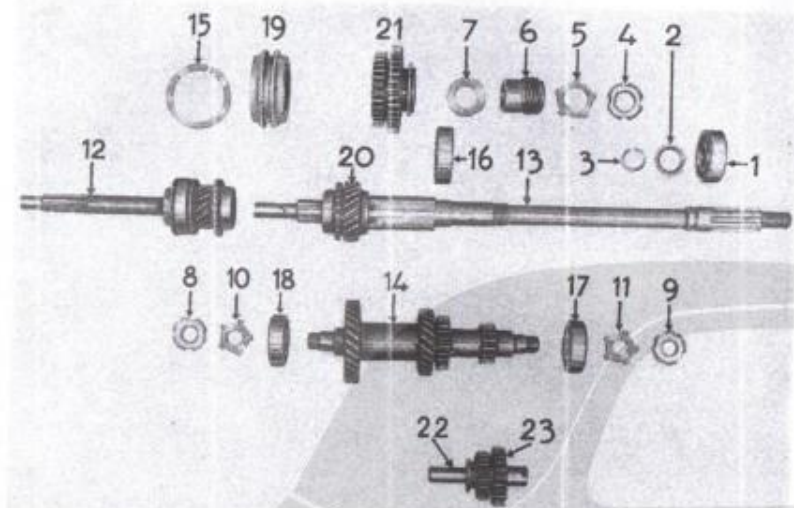
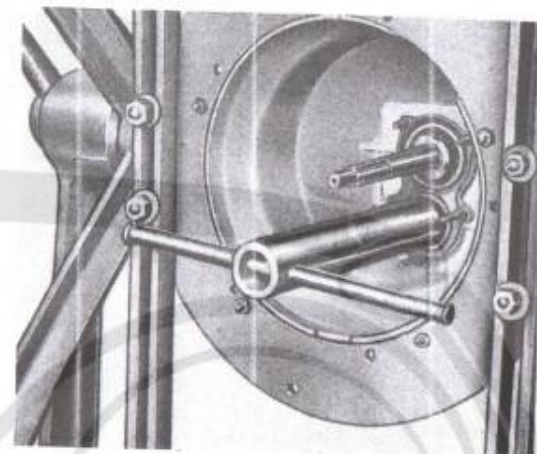

Fig. 64. - Particolari degli alberi ed ingranaggi del cambio.
Fig. 66.
- Sfilare il cuscinetto a sfere (1, fig. 64) posteriore dell'albero principale, la ranella (2) e l'anello elastico (3).
- Svitare le ghiera di fissaggio dei cuscinetti sull'albero di rinvio (8 e 9, fig. 64), mediante la chiave A. 8067 (fig. 66), raddrizzando i rispettivi lamierini di sicurezza (10 e 11, fig. 64).
- Spingere in avanti il gruppo dell'albero con ingranaggio presa diretta (12)
- Sfilare i cuscinetti a sfere posteriori (16 e 17, fig. 64) dall'albero principale e da quello di rinvio.